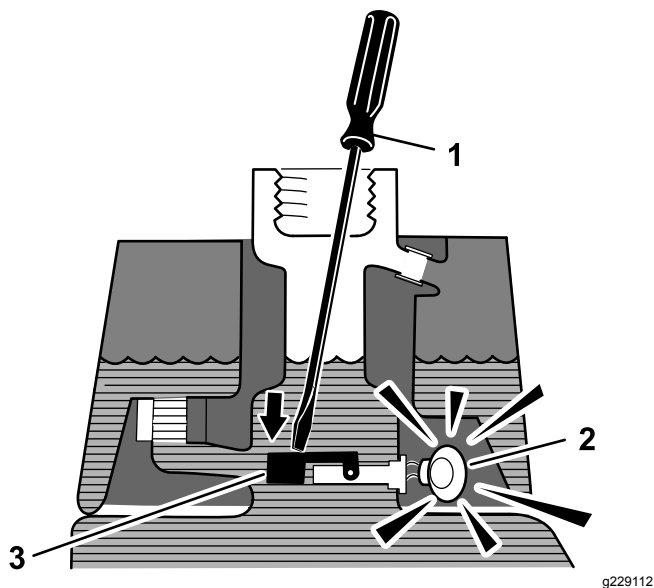

Bild 47
3. Stecken Sie eine saubere Stange oder einen Schraubenzieher in den Einfüllstutzen des Behälters und drücken Sie den Schwimmerschalter (**Bild 47**) leicht nach unten. Der Alarm sollte nach einer Sekunde ertönen.